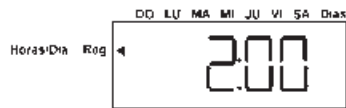

fig.13
2. Con los pulsadores seleccionar la hora deseada para la regeneración (fig.13)